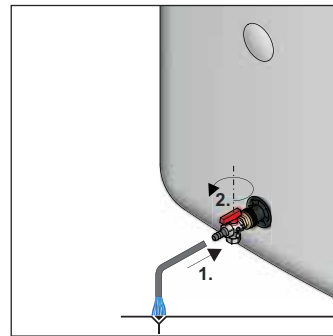
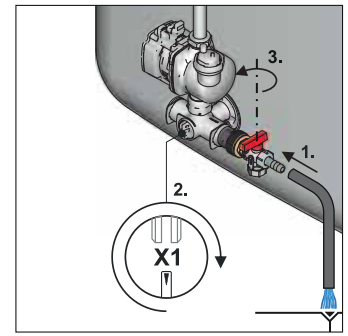

Bild 5-1 Entleervorgang **ohne**  $p=0$  Solarsystem
Bild 5-2 Entleervorgang **mit**  $p=0$  Solarsystem
- Ablaufschlauch an den **KFE-Befüllanschluss** (Bild 5-1 / Bild 5-2) anschließen und zu einer mindestens bodentiefen Ablaufstelle verlegen.
- Nur bei  $p=0$  Solarsystem: Ventileinsatz am Anschlusswinkel so einstellen, dass der Weg zum Ablaufschlauch geöffnet wird (Bild 5-2).
- KFE-Hahn am **KFE-Befüllanschluss** öffnen und Wasserinhalt des Speicherbehälters ablassen (Bild 5-1 / Bild 5-2).